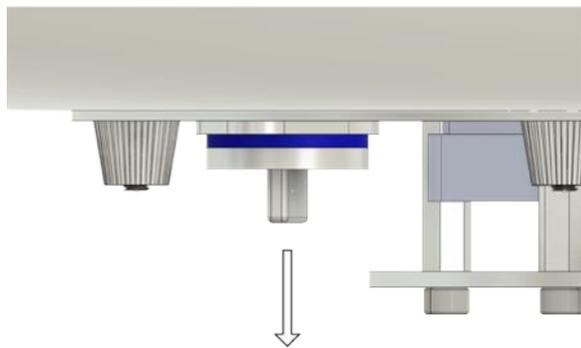

Fig. 3
3. Zum schnelleren Entweichen der Luft öffnen Sie den Drehverschluß an der Bodenplatte (Fig. 3)